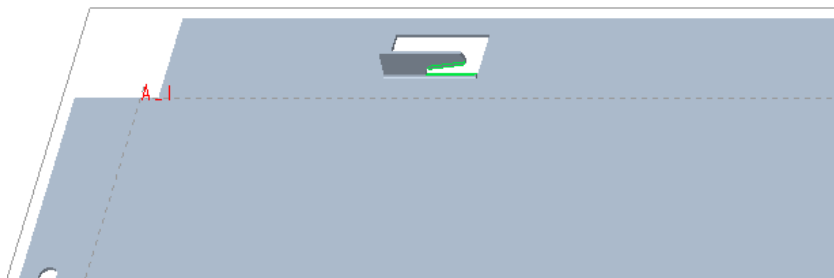

图 6-28 完成的结构
(4) 在“拉伸”选项卡的深度选项列表框中选择“ (对称)”选项, 设置深度值为“20”, 从钣金件切口类型下拉列表框中选择“ (移除垂直于偏移曲面的材料)”图标选项。
(5) 在“拉伸”选项卡中单击  (完成) 按钮, 创建的结构如图 6-28 所示。